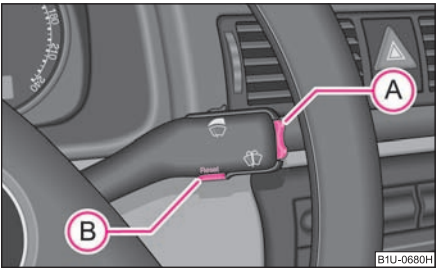

Fig. 25 Pantalla informativa:
- El menú se activa pulsando la tecla basculante **A** ⇒ fig. 25 durante más de 1 segundo.
Tras 10 segundos o después de accionar la tecla basculante **A** ⇒ **página 23, fig. 25** desaparecerán los avisos de perturbación y se registrarán bajo el dato **CAR STATUS (ESTADO DEL VEHÍCULO)**.